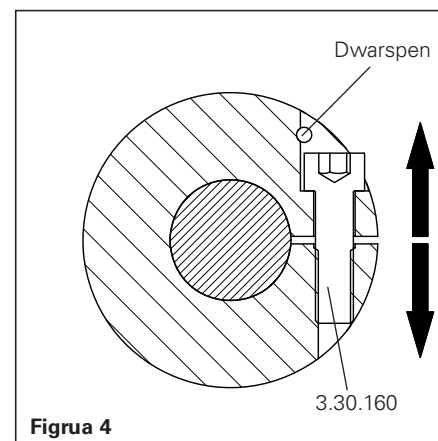

Figura 4
- En tanto el eje del motor no pueda ser introducido, destornillar el tornillo de apriete (3.30.160) aprox. un cuarto de giro en contra del pasador transversal para que se expanda el cubo (ver figura 4).